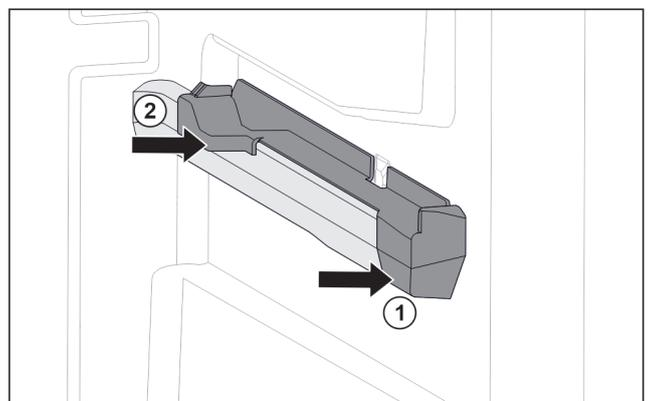

Fig. 124 Natični dio na desnom žlijebu spremnika
- ▶ Postavite natični dio sprijeda na žlijeb spremnika. Fig. 124 (1)
- ▶ Pritisnite natični dio straga. Fig. 124 (2)